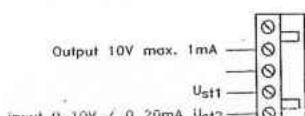
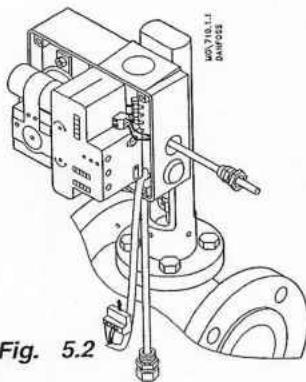

Fig. 4.1
Fig. 5.2
The control signal from the regulator must be connected to terminals 12 and 41 ($U_{st} 2$) on the AMES module (fig. 4.1)
The control signal from the regulator must be connected to terminals 12 and 41 ($U_{st} 2$) on the AMES module. The override signal (e.g. from a clock or frost thermostat) must be connected to terminals 12 and 40 ($U_{st} 1$) (fig. 4.1). Always use the contact set that has low contact resistance.
Terminal 6 **must** be connected to phase (L) and terminal 7 **must** be connected to neutral (N) (fig. 4.1). Do **not** swap the leads when connecting mains voltage to the AMES 24 V module; it will damage the module. Using an measuring instrument, check as shown in fig. 5.1 to make sure that 24 V mains is connected correctly. If the measured voltage exceeds 3 V~, mains voltage is incorrectly connected. When mains voltage is correctly connected, plug in the regulator control signal (fig. 5.2).
Styresignalet fra regulatoren tilsluttes klemme 12 og klemme 41 ($U_{st} 2$) på AMES modulet (fig. 4.1).
Styresignalet fra regulatoren tilsluttes klemme 12 og klemme 41 ($U_{st} 2$) på AMES-modulet. Overstyringssignalet (fx fra et ur eller fra en frosttermostat) tilsluttes klemme 12 og klemme 40 ($U_{st} 1$) (fig. 4.1). Anvend altid kontaktsæt med en lav kontaktmodstand.
Klemme 6 skal tilsluttes fase (L) og klemme 7 skal tilsluttes nul (N) (fig. 4.1). Netspændingen til AMES 24 V-modulet må ikke tilsluttes omvendt, så ødelægges modulet.
Når netspændingen er tilsluttet korrekt monteres stikket med regulatorens styresignal (fig. 5.2).